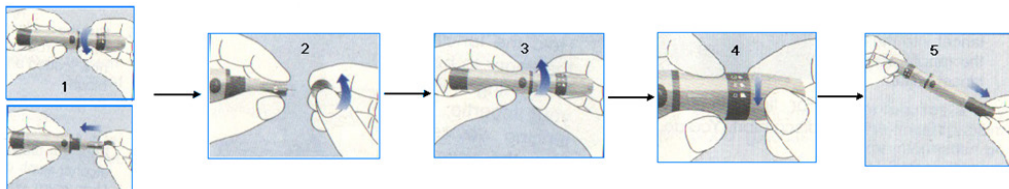

Figura 2.9A Funzionamento del pungidito
- Fare riferimento alla figura 2.9A